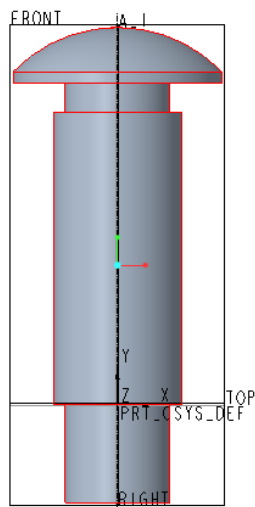

图 3-21 创建的旋转实体特征
⑤ 默认时，“变量”图标选项处于被选中的状态，从草绘平面开始以 360° 旋转。单击“完成”按钮，完成创建的旋转实体特征如图 3-21 所示。
① 在功能区“模型”选项卡的“形状”面板中单击“旋转”按钮，打开“旋转”选项卡。
② 在“旋转”选项卡选择“放置”选项标签，打开“放置”面板，接着单击“放置”面板中的“定义”按钮，打开“草绘”对话框。
③ 在“草绘”对话框中单击“使用先前的”按钮，进入草绘模式。